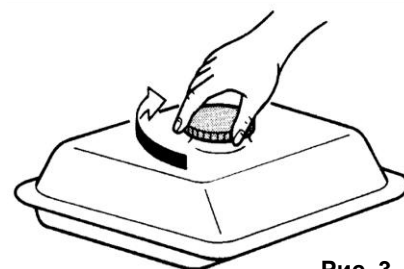

Рис. 3
- При заправке убедитесь в наличии фильтра (сеточки) в горловине топливного бака. (См. Рис.3)